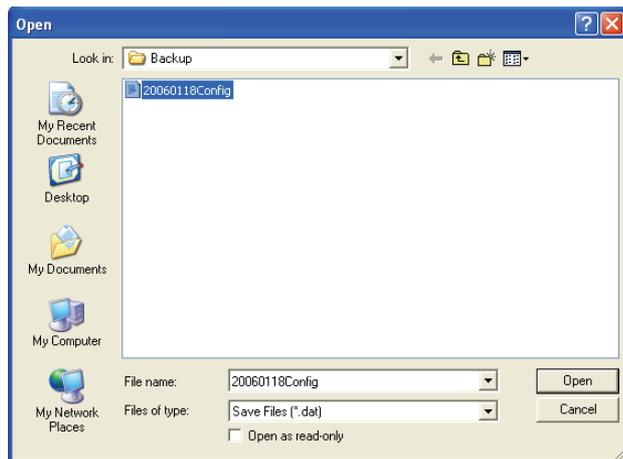

figura 8.24: Finestra di apertura del file di configurazione
- 1 Dal menu principale, fare clic sul pulsante Open configuration file. Compare la seguente finestra (vedere la figura 8.24).